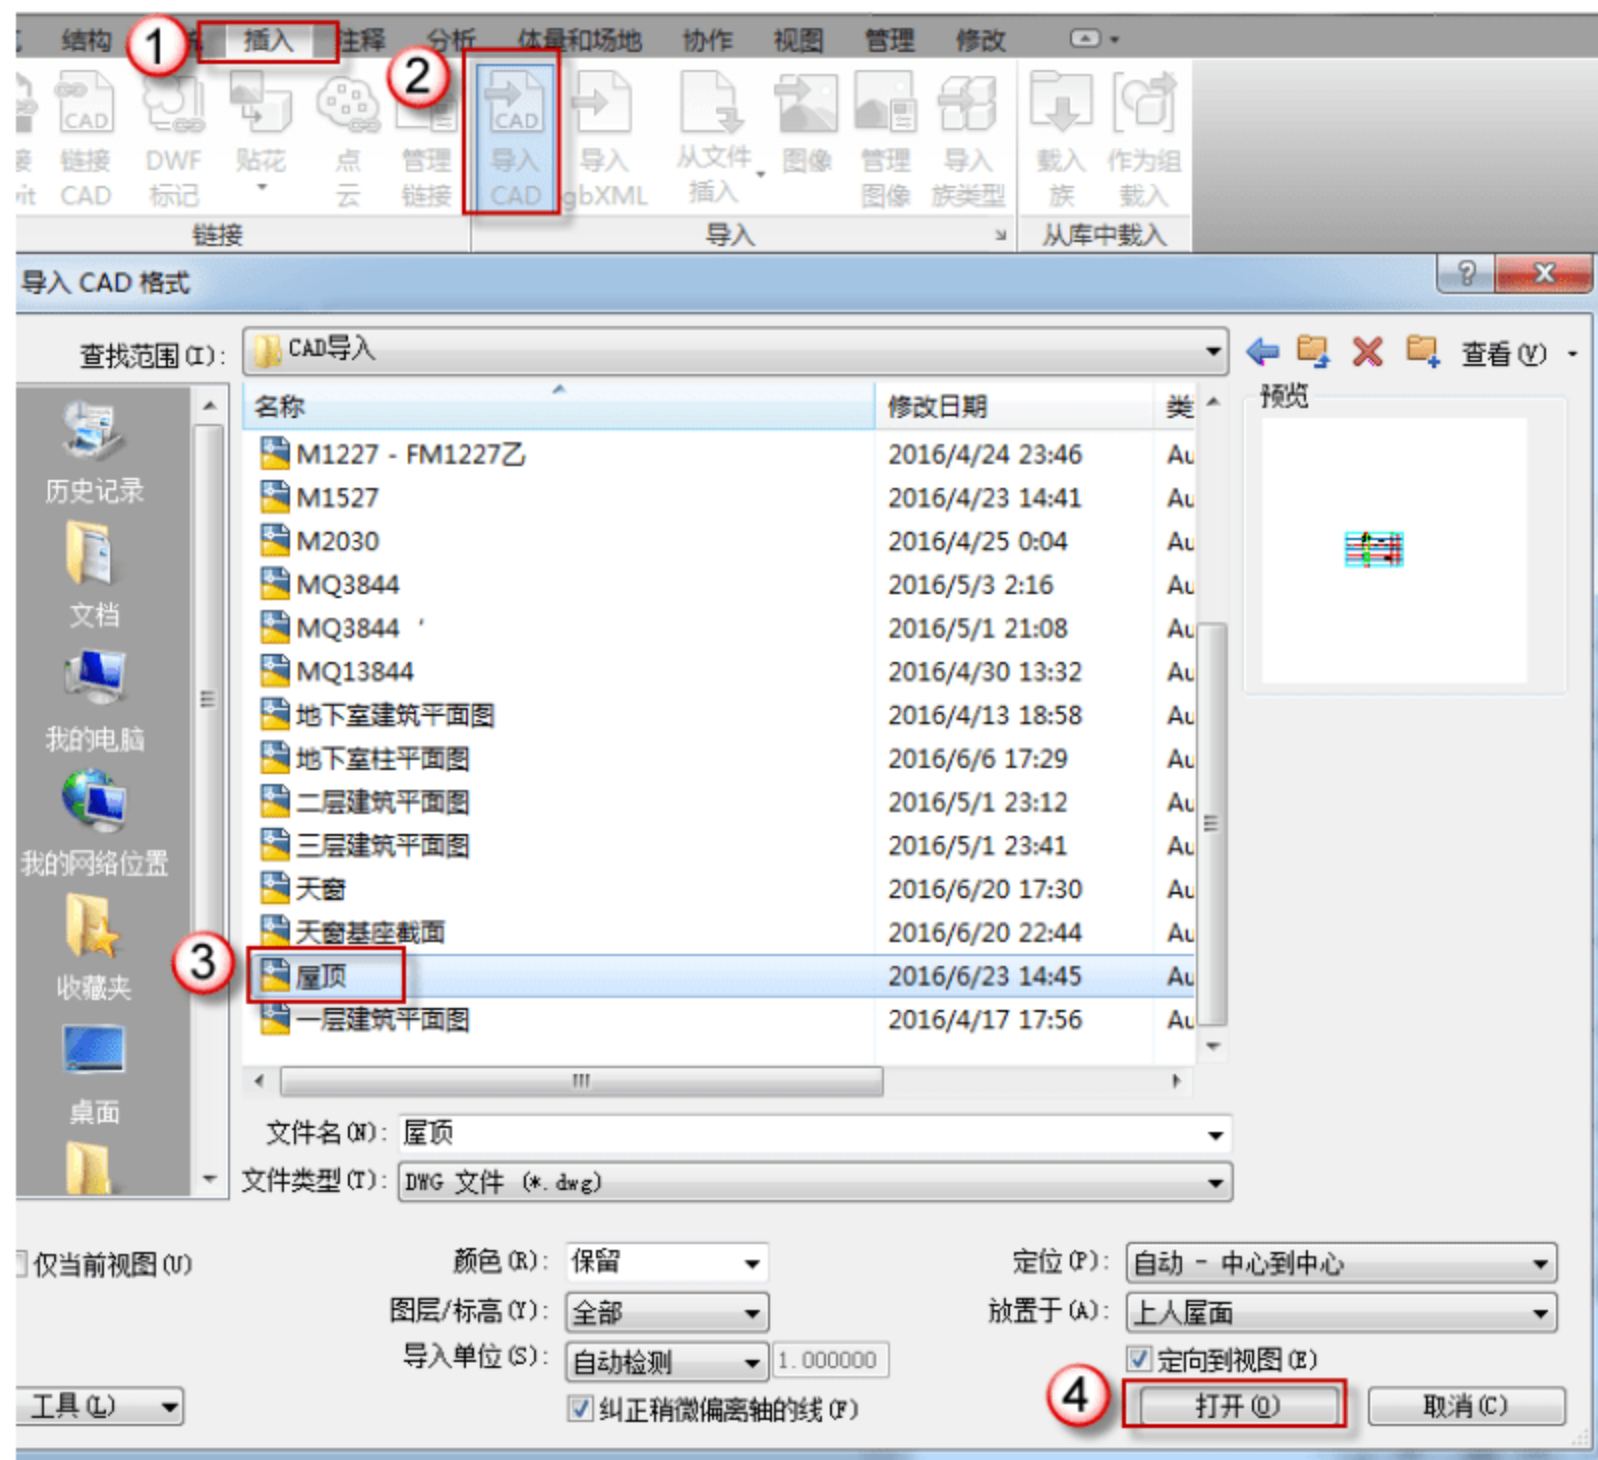

图 12.1.14 导入屋顶的 CAD 底图
(12) 导入屋顶的 CAD 底图。选择“插入”→“导入 CAD”命令，在弹出的“导入 CAD 格式”对话框中找到“屋顶”的 CAD 底图，单击“打开”按钮，如图 12.1.14 所示。